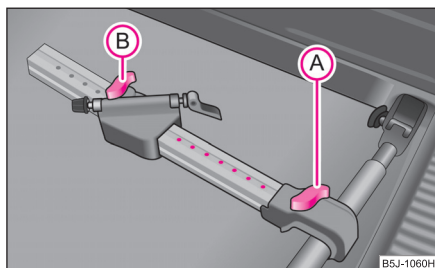

Abb. 79 Fahrradträger einbauen
- Entriegeln Sie die Halterungen (B) an den Enden des Querträgers, indem Sie die Sicherungsschrauben (C) etwas hochziehen. Die Halterungen öffnen sich, wenn sie nicht bereits geöffnet sind.
- Setzen Sie den Querträger mit dem feststehenden (nicht ausziehbaren) Teil auf die (in Fahrtrichtung) linke Verzurröse und dann den ausziehbaren Teil (A) auf die rechte Verzurröse.
- Drücken Sie die Halterungen (B) auf beiden Seiten des Querträgers bis sie einrasten und schrauben Sie die Sicherungsschrauben (C) fest.
- Setzen Sie den freigegebenen Fahrradträger auf die Mitte des Querträgers, nach dem Hochziehen der Schraube (A) schieben Sie den Längsträger (Alu-Teil) zum Querträger bis die Fassung einrastet und drehen Sie die Schraube (A) in die Mutter ⇒ Abb. 79.
- Lösen Sie die Schraube (B) und nehmen Sie sie aus dem verschiebbaren Teil des Halters heraus; bringen Sie das verschiebbare Teil je nach Fahrradgröße in eine der möglichen Stellungen, so dass es nicht zum Kontakt mit der Gepäckraumklappe kommt. Wir empfehlen, das verschiebbare Teil des Halters so zu platzieren, dass zwischen der Schraube (A) und dem verschiebbaren Teil 7 Bohrungen sichtbar sind.
- Die Schraube (B) in der gewünschten Position einsetzen und festdrehen. ■
- Lösen Sie die Schraube (A) ⇒ Seite 73, Abb. 79 und schieben Sie den Fahrradhalter zusammen mit dem befestigten Fahrrad nach links (in Fahrtrichtung gesehen), so dass es zwischen dem Lenker und dem Seitenfenster des Gepäckraums nicht zur Kollision kommen kann.